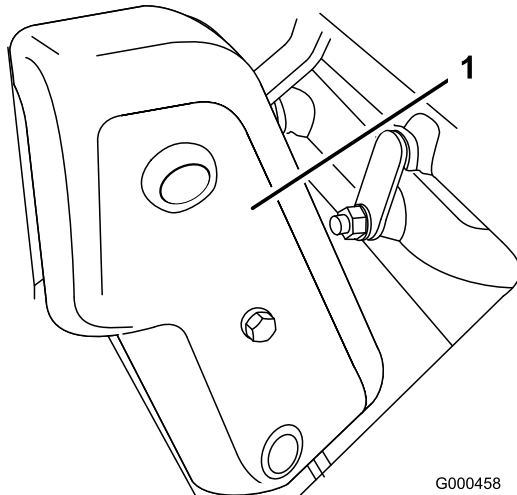

Figure 34
1. Retirez les fixations du couvercle de la courroie et déposez le couvercle pour exposer la courroie (Figure 34).